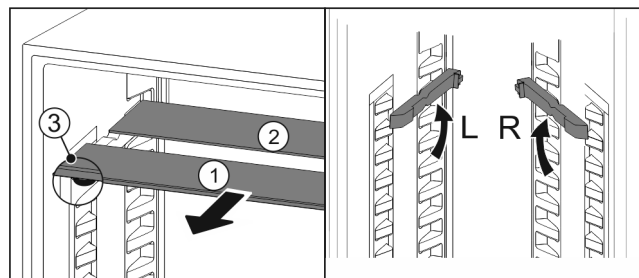

Fig. 125
- ▶ Glasplatten einzeln nach vorne herausziehen Fig. 125 (1).
- ▶ Glasplatte Fig. 125 (1) mit Zierleiste liegt vorne.
- ▶ Stopps Fig. 125 (3) zeigen nach unten.